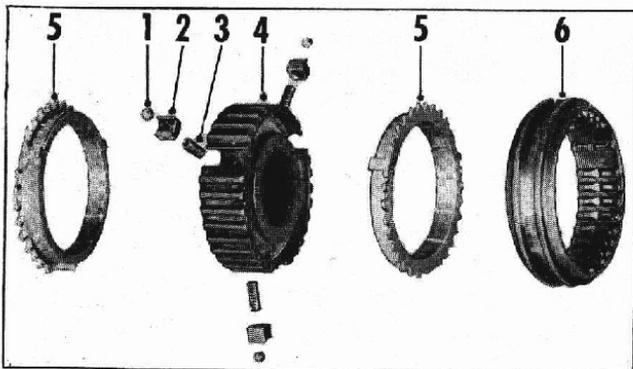
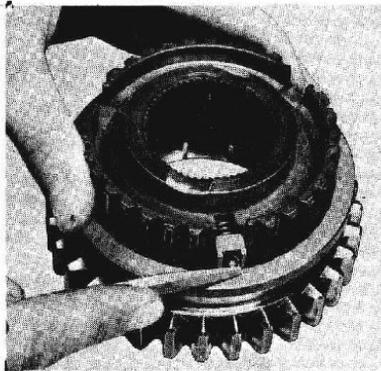

Fig. d-11
Fig. d-12
- 1) Instalar los tres resortes (3, Fig. d-11), untados previamente con grasa en sus agujeros de alojamiento en el núcleo estriado.
- 2) Instalar los tres bloques de empuje (2, Fig. d-11), también untados con grasa, sobre los tres resortes antes instalados con su ranura de guía hacia el exterior del núcleo estriado. (El bloque de empuje más grande corresponde al sincronizado de 1ra. y 2da. velocidad).
- 3°) Presentar sobre el núcleo estriado el manguito deslizante (6, Fig. d-11), haciendo coincidir las tres estrias planas del manguito con las ranuras de los tres bloques de empuje y deslizar el manguito sobre el núcleo estriado hasta que el agujero de alojamiento de las bolillas en los bloques de empuje se encuentren a nivel con el manguito deslizante. En el sincronizado de 1ra. y 2da. velocidad orientar la ranura circular del manguito hacia el extremo más largo del núcleo estriado, es decir hacia el lado del núcleo estriado que posee los dos rebajes para lubricación (Ver Fig. d-12).
- 4°) Instalar las tres bolillas (1, Fig. d-11) del sincronizado colocando de una por vez. Para ello, untar una bolilla con grasa; presentarla sobre su agujero de alojamiento en el bloque de empuje, presionarla hacia el interior del mismo venciendo la acción del resorte interior y deslizar el bloque de empuje hacia el interior del manguito (ver Fig. d-12). Proceder de igual manera con las bolillas restantes.